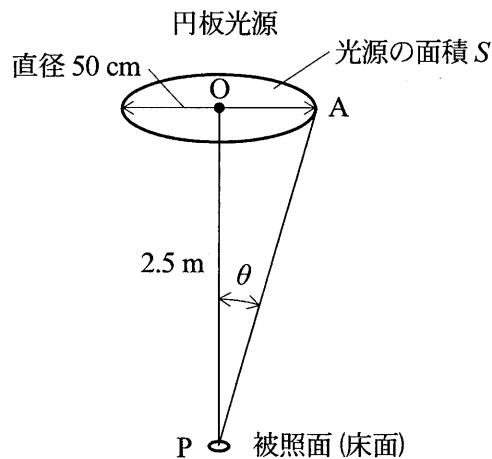

図2
3) 図2に示すように、床面に対する鉛直線OP上で床面から2.5 m離れた位置に、円の中心がOで直径50 cmの完全拡散性円板光源が床面と平行に置かれている。ここで、床面上のP点に、完全拡散性円形板の極めて小さな被照面を考える。この被照面の反射率は0.7であり、照度Eは100 lxである。